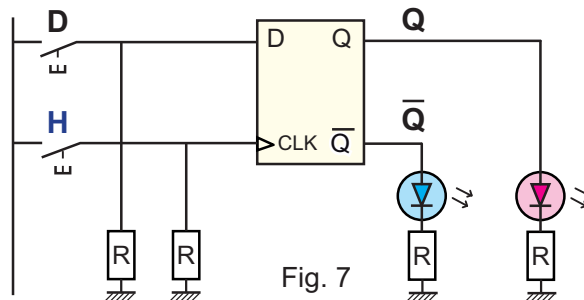

Fig. 7
- 2 Câbler le logigramme de la figure 7 sur un simulateur logique.